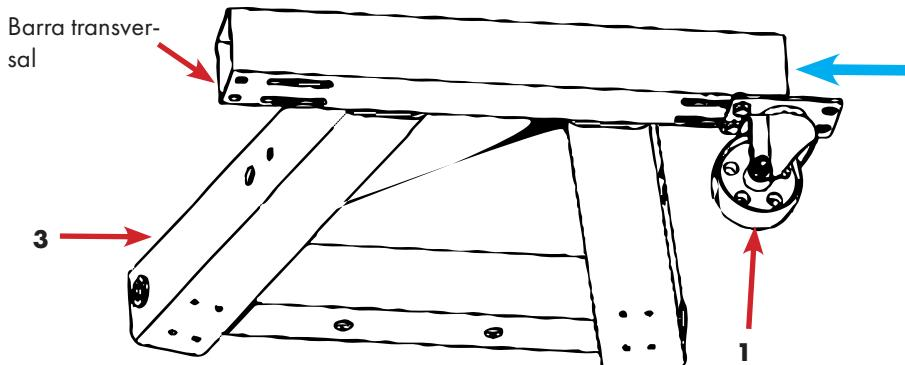

Fig.5
- Deslice los rodillos en una posición en la que los orificios de los rodillos estén alineados con los orificios del soporte πdel , fig.5 siguiente.